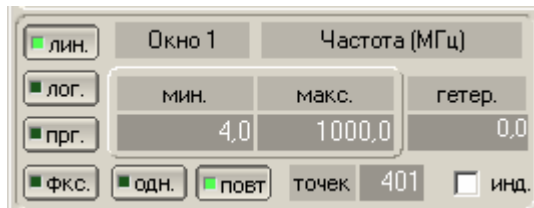

Рисунок 10.1. Панель управления генератором испытательного сигнала.
10.1 Панель управления генератором испытательного сигнала (рисунок 10.1) служит для установки параметров частотного сканирования, и переключения активного окна индикации.